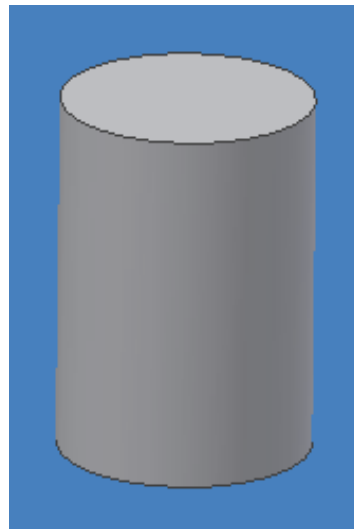

Figura 3.24 Creación de un cilindro mediante EXTRUDE.
- Finalice presionando OK, figura 3.24